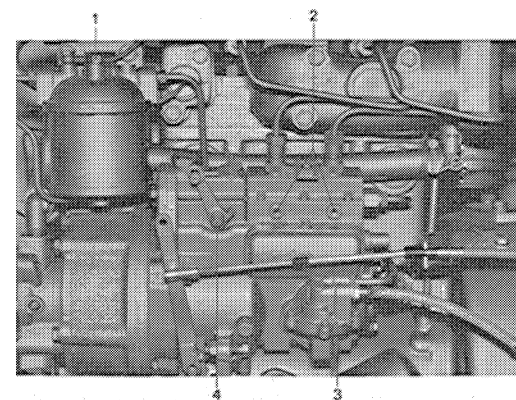

Fig. 6 Insprutningspump och bränslefilter
- a) Pumpa fram bränsle med matarpumpens handpumpenordning, fig. 6 pos. 3.
- b) Lossa därefter nippelbulten för returoljeledningen till bränsletanken. Denna sitter på bränslefiltret. Se fig. 6 pos. 1. Pumpa ytterligare på handpumpen tills luftfritt bränsle strömmar fram. Drag fast nippelbulten.
- c) Öppna den främre luftningsskruven på insprutningspumpen. Se fig. 6 pos. 2. Pumpa ytterligare på handpumpen tills luftfritt bränsle strömmar fram. Stäng luftningsskruven.
Om motorn används under kall väderlek, skall manöverspaken ställas i läge för $\frac{1}{4}$ av max. motorvarv samt kallstartknappen på insprutningspumpen för erhållande av extra startbränsle, tryckas in. Se fig. 6 pos. 4.